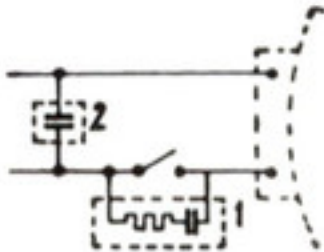

Bild 44
- I. Kontaktüberbrückung durch einen der Typen S. 45 (Kondensator 1 in Bild 44).
- II. Überbrückung der Netzzuleitung ($0,1-1 \mu F$) durch Einheits-Typen 2000 bis 8000 (Kondensator 2 in Bild 44).
Einfach-Kondensator mit Widerstand. Litzen mit den Kontakten verbinden, zwischen denen Funken auftreten (Kondensator 1 in Bild 44).